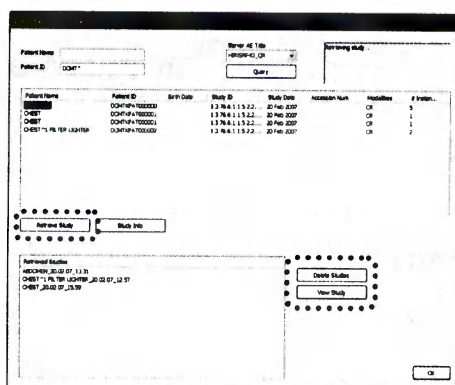

Рисунок 161
– кликните **Retrieve Study** для переноса выбранного исследования из архива лечебного учреждения (**QR Сервер**) на локальный диск (см. рисунок 161).